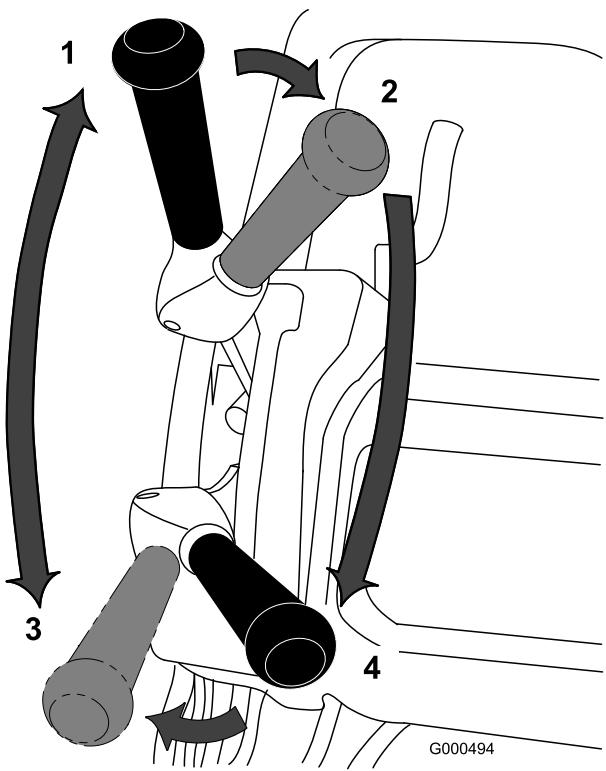

図 23
1. エンジンを始動、スロットルを下げる、カッティングユニットを上げる（ハンドルを下げる）。走行レバー（図 23）を「走行」に入れ、グリーンのカラー（縁）に入る。
2. 走行を「解除」とし、リールレバー（図 23）を回転側に倒す。
- 3. 走行レバーを「走行」に入れ、スロットルで希望の走行速度に調整し、グリーンへ移動する。希望位置に来たらカッティングユニットを下ろして刈り込み作業を始める (図 23)